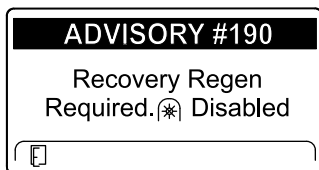

Figure 50
- Régénération d'urgence requise – prise de force désactivée AVIS N° 190 (Figure 50)